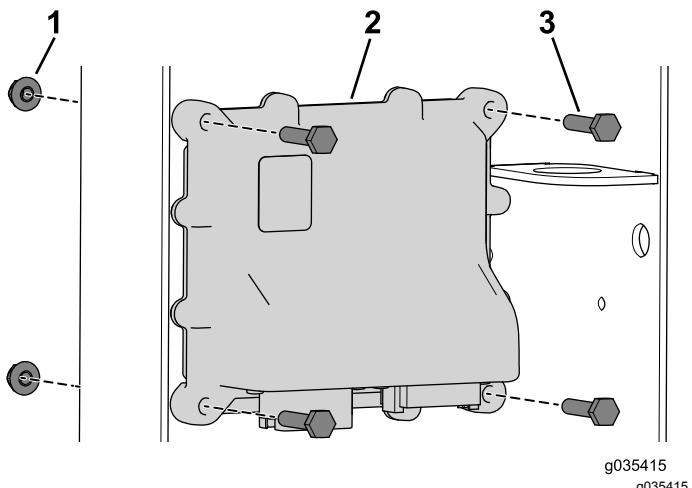

図 12
2. コントローラを固定するボルト $1/4 \times 3/4$ インチ4本とフランジナットを使う図 12。